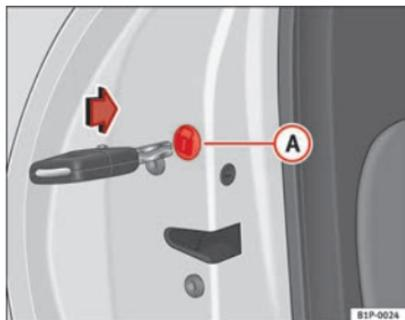

Fig. 60 Chiusura di emergenza delle porte
Aprire la porta e rimuovere il tappo (A) ⇒ fig. 60 su cui è disegnato un lucchetto. Rimarrà scoperto un componente circolare e girevole con una feritoia in centro. Introdurre la chiave nella feritoia e girare il componente in senso orario per le porte a destra e in senso antiorario per le porte a sinistra.